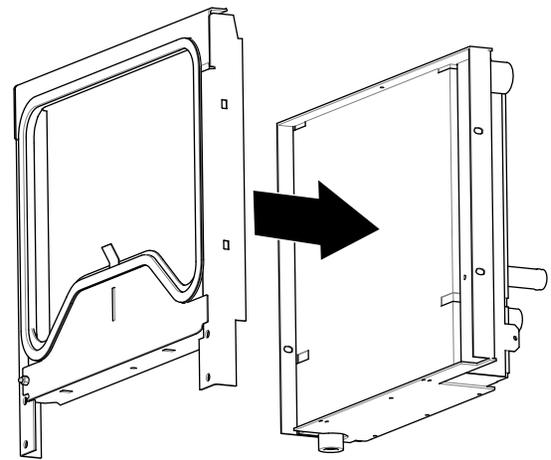

Figure 26
- Alignez les trous du cadre de montage et les trous du radiateur/refroidisseur d'huile (Figure 26).